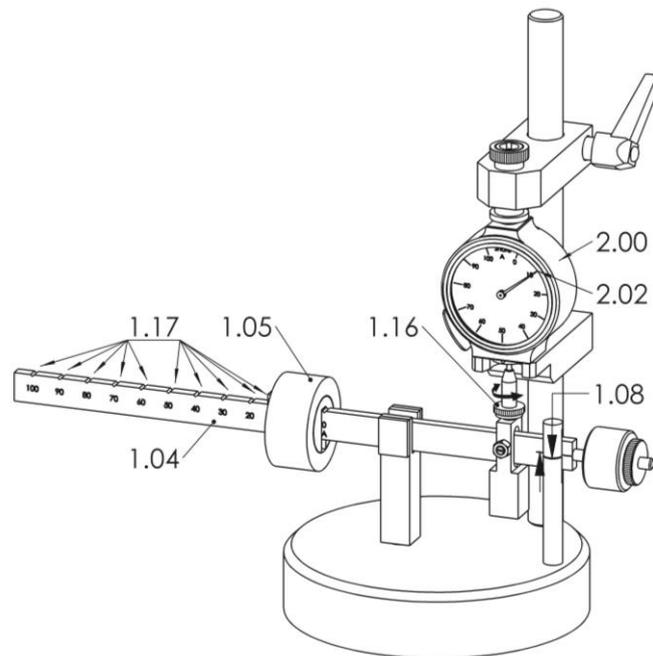

РИС.4 ПРОВЕРКА АНАЛОГОВОГО ТВЕРДОМЕРА НР
- Поворачивайте стойку (1.16, Рис.4) пока отметки (1.08, Рис.4) не совпадут
- Передвиньте груз (1.05, Рис.4) к следующей выемке (1.17, Рис.4).
-  Повторите процедуру для каждого деления шкалы (1.17, Рис.4).
- Проверьте, совпадает ли стрелка (2.02, Рис.4) твердомера (2.00, Рис.4) с делением шкалы (1.17, Рис.4) на балансирном плече (1.04, Рис.4).
-  Если отклонение показаний твердомера (2.00, Рис.4) превышает норму, его необходимо отправить производителю для калибровки.